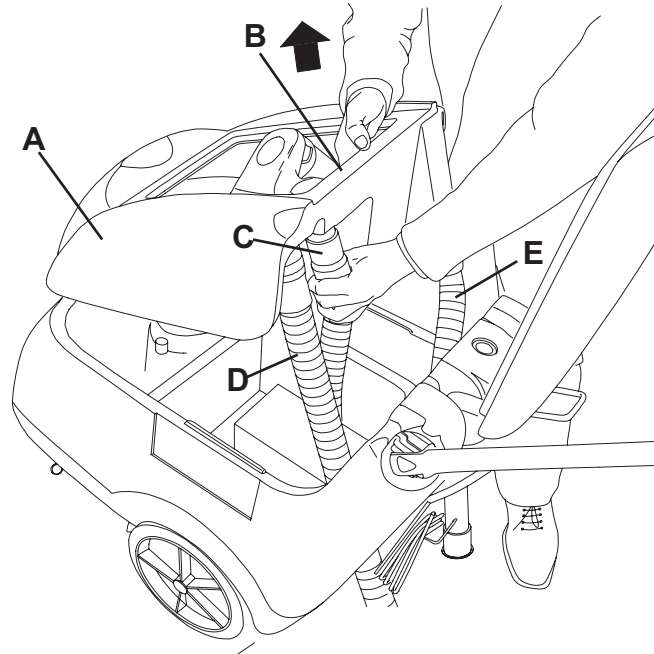

Figure 5
1. Vider le réservoir de l'eau de récupération (31), en procédant comme indiqué au paragraphe spécifique.
4. Déconnecter le tuyau d'aspiration (22) de l'embouchure (11).
5. Déconnecter le tuyau de vidange de l'eau de récupération (16) du support (17).
6. Ouvrir le couvercle (6).
7. Saisir le réservoir de l'eau de récupération (A, Fig. 5) dans la zone (B) et le soulever légèrement.
8. Déconnecter le tuyau d'aspiration (C) du réservoir, et puis déposer le réservoir (A) avec les tuyaux (D) et (E).